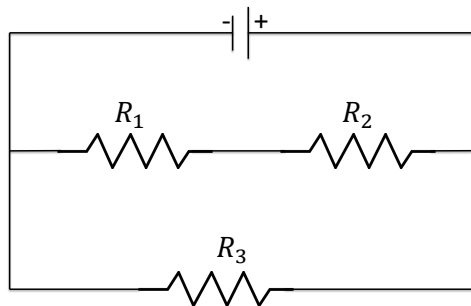

Figure 3
1. Dessinez de nouveau le diagramme de la Figure 3 en y incluant l'appareil qui mesure le voltage aux bornes de R_1 et l'appareil qui mesure le courant qui circule dans R_3 .